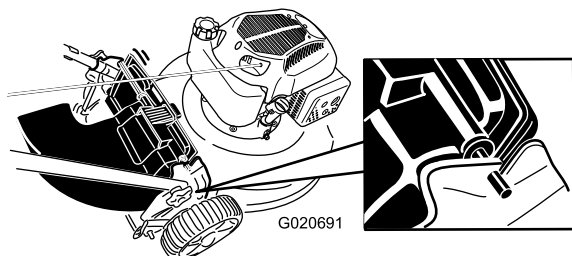

Figura 24
4. Introduzca la varilla del deflector de descarga trasera en las muescas de la máquina (Figura 24).